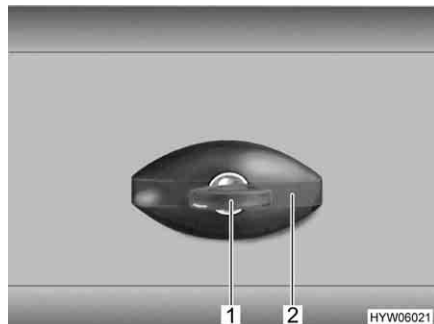

Fig. 29 Serratura dello sportello, ellittico, chiuso
- Inserire la chiave nel cilindro della serratura (Fig. 29,1) e ruotare in senso antiorario di un quarto di giro. La maniglia della serratura (Fig. 29,2) scatta all'infuori.